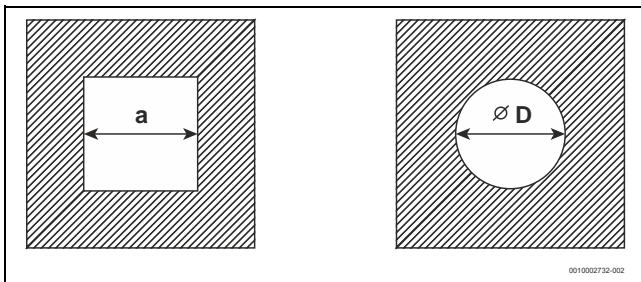

Рисунок 113 Прямоугольное и круглое сечение
- минимальные размеры шахты не менее 3 см при работе дымоотвода в зависимости от воздуха в помещении в соответствии с DVGW-TRGI 2018 (см. Рис. 113 и таблицу 46 и таблицу 47).